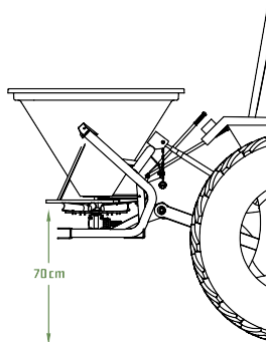

Figure 5.2 – Exemple de réglage de la machine en position de travail.
- Réglez la hauteur de travail de l'épandeur KC en vous référant à la distance entre le sol et le plateau d'épandage (*Figure 5.2*). Après avoir réglé cette dimension (70 cm), vous devez maintenant mettre la machine à niveau par rapport au sol (*Figure 5.2*).